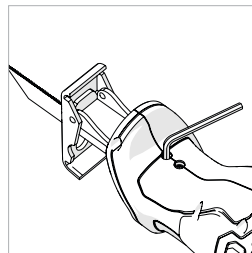

Fig. 4
- 1) Suelte los 2 tornillos prisioneros bajo el asa frontal.(Fig. 4)